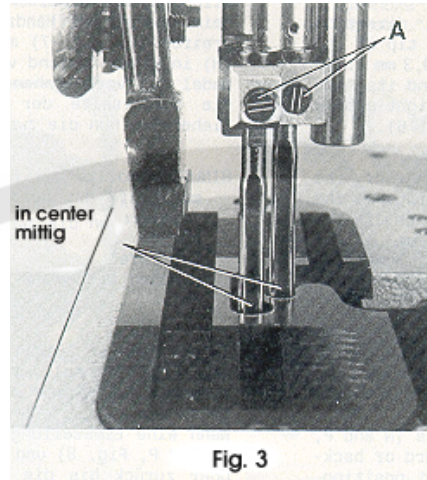
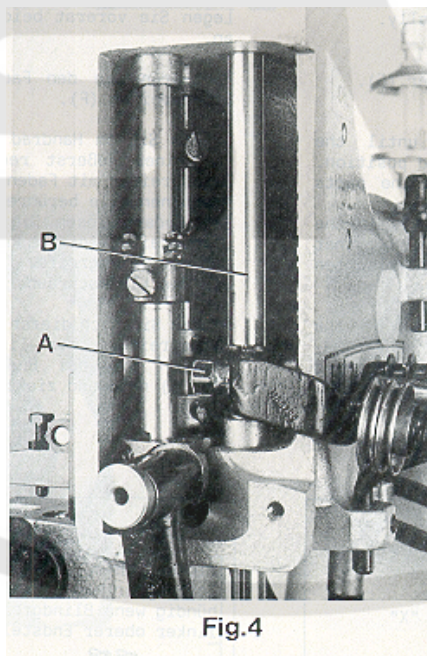

Fig. 3
Fig. 4
Before adjusting the machine insert a new set of needles with the shank as far as possible into the needle holder. The long groove of the needles must point to the front (towards the operator). Tighten the set screws (A, Fig. 3) on the tapered fastening flats of the needle shanks.
Remove the face cover and the finger guard left on the machine head as well as the upper feed dog and the presser foot. Rotate handwheel in operating direction and check if the needles center in the associated needle holes of the throat plate (see Fig. 3). If not loosen clamp screw (A, Fig. 4) in the needle bar connection and turn the needle bar (B) accordingly. Retighten screw (A.).
If an adjustment is necessary loosen clamp screw (A, Fig. 4) in the needle bar connection and move the needle bar (B) up or down, as required. Care should be taken not to disturb the alignment of the needle bar when making this adjustment. Retighten clamp screw.
Setzen Sie vor dem Einstellen der Maschine einen Satz neuer Nadeln so ein, daß der Nadelkolben oben im Nadelhalter anstößt und die lange Rinne der Nadeln nach vorne (zur Bedienungsperson) zeigt. Ziehen Sie die Gewindestifte (A, Fig. 3) auf der konischen Befestigungsfläche am Nadelkolben fest.
Entfernen Sie den Abschlußdeckel und den Fingerschutz links am Maschinenkopf, sowie den Obertransporteur und den Drückerfuß. Drehen Sie das Handrad in Nährungsrichtung und prüfen Sie, ob die Nadeln mittig in die zugehörigen Stichlöcher der Stichplatte einstecken (siehe Fig. 3). Wenn nicht, lösen Sie die Klemmschraube (A, Fig. 4) im Nadelstangenmitnehmer und drehen die Nadelstange (B) entsprechend. Ziehen Sie die Schraube (A) wieder an. **HINWEIS:** Zum Ausrichten der Nadelstange kann anstelle der Stichplatte die Testplatte Nr. 040 37006 0000 verwendet werden. Die Testplatte ist gegen zusätzliche Bestellung und Berechnung lieferbar.
Ist eine Einstellung notwendig, lösen Sie die Klemmschraube (A, Fig. 4) im Nadelstangenmitnehmer und schieben Sie die Nadelstange (B) entsprechend nach oben oder unten. Beachten Sie, daß bei dieser Einstellung die Ausrichtung der Nadelstange nicht verändert wird. Ziehen Sie die Klemmschraube wieder an.